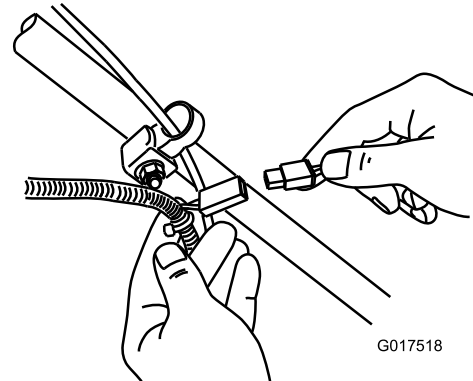

Figura 36
1. Conecte el cargador al arnés de cables, que está situado debajo de la llave de contacto (Figura 36).